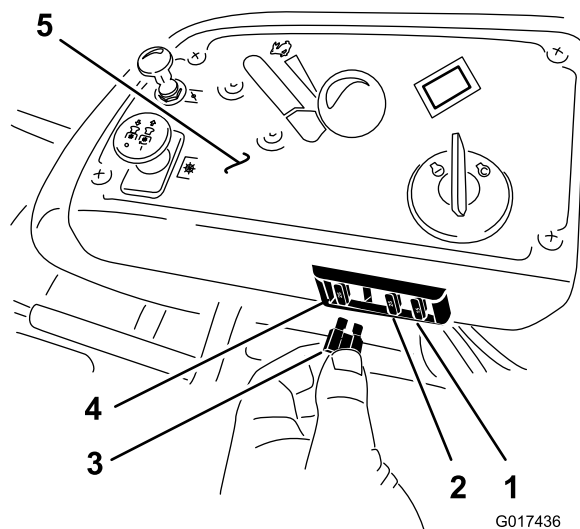

Figure 48
1. Les fusibles sont situés sur la console droite, près du siège (Figure 48).
3. Remplacez le fusible (Figure 48).